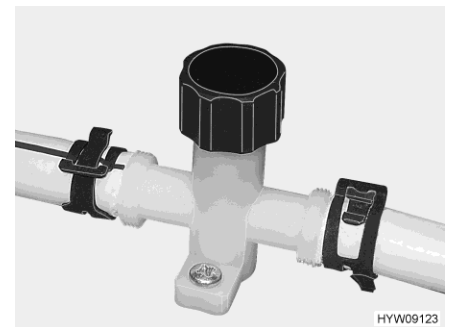
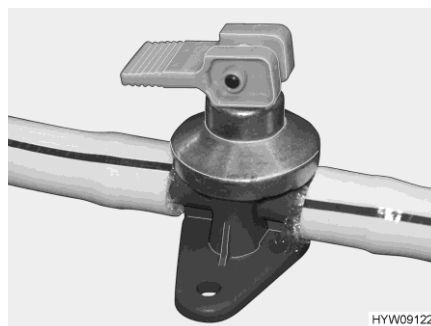

Bild 149 Ablasshahn (Wasserleitung)
Bild 150 Ablasshahn (Boiler Alde)
- Ablasshähne (Bild 150 und Bild 149) schließen. Dazu die Kappen im Uhrzeigersinn zudrehen bzw. den Kipphebel waagrecht stellen. Der Einbaort des Sicherheits-/Ablassventils und der Ablasshähne ist im Abschnitt 10.6 am Ende dieses Kapitels aufgelistet.